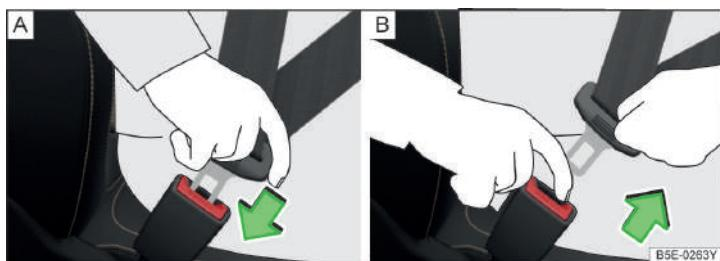

图 10 系上和取下安全带
- 将锁舌插入所属座椅的安全插锁内» 图 10[A]，下压，直至听到啮合声。安全带锁舌被锁扣锁止。
- 按下安全带锁扣上的红色按钮» 图 10[B]，锁舌会在弹簧力作用下弹出。